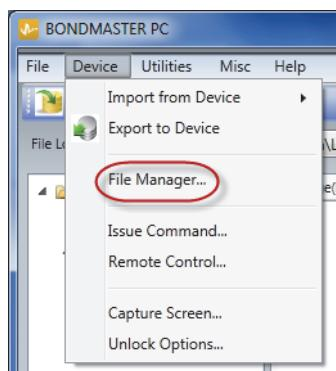

图 7-16 文件管理器指令
- ◆ 在 BondMaster PC 软件的 **Device** (设备) 菜单中, 选择 **File Manager** (文件管理器) (参见第 188 页的图 7-16)。